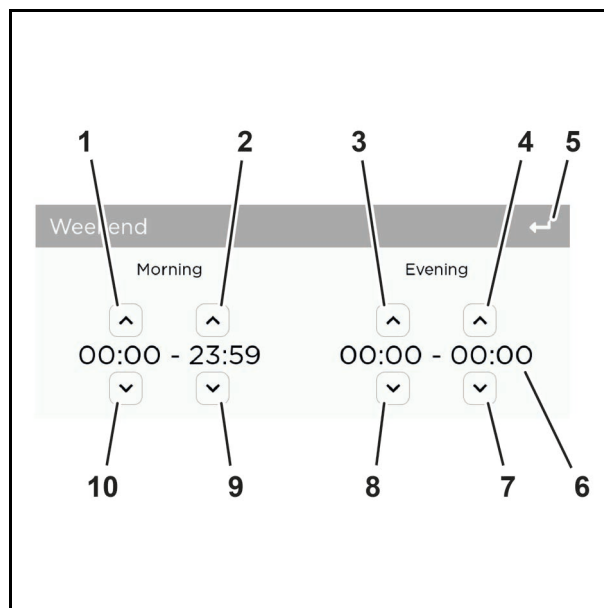

Abb. 47
1. Erhöhen Sie den Wert für den Beginn der Hauptbetriebszeit mit der Pfeiltaste (Abb. 47/1) bzw. den Wert für das Ende der Hauptbetriebszeit mit der Pfeiltaste (Abb. 47/2).
2. Reduzieren Sie den Wert für den Beginn der Hauptbetriebszeit mit der Pfeiltaste (Abb. 47/10) bzw. den Wert für das Ende der Hauptbetriebszeit mit der Pfeiltaste (Abb. 47/9).
3. Erhöhen Sie den Wert für den Beginn der Nebenbetriebszeit mit der Pfeiltaste (Abb. 47/3) bzw. den Wert für das Ende der Nebenbetriebszeit mit der Pfeiltaste (Abb. 47/4).
4. Reduzieren Sie den Wert für den Beginn der Nebenbetriebszeit mit der Pfeiltaste (Abb. 47/8) bzw. den Wert für das Ende der Nebenbetriebszeit mit der Pfeiltaste (Abb. 47/7).
5. Prüfen Sie die Zeitangaben in der Vorschau (Abb. 47/6). Korrigieren Sie ggf. mit den entsprechenden Pfeiltasten.
6. Kehren Sie mit "Zurück" (Abb. 47/5) in das übergeordnete Menü zurück.